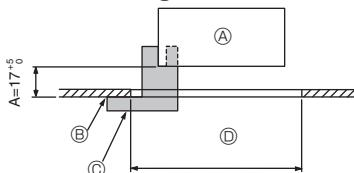

Fig. 9-2
① Γρίλιες	1	950 × 950 (χιλ)
② Μετρητής εγκατάστασης	1	(Χωρίζεται σε 4 μέρη)
③ Βίδα (4 × 16)	1	Για PLP-6EAE, PLP-6EALE, PLP-6EALME2
④ Γωνιακό πλαίσιο του i-see sensor	1	Για PLP-6EAE, PLP-6EALE, PLP-6EALME2
⑤ Ασύρματο τηλεχειριστήριο	1	Για PLP-6EALM2, PLP-6EALME2
⑥ Βάση τηλεχειριστηρίου	1	Περιλαμβάνεται όταν υπάρχει το ασύρματο τηλεχειριστήριο.*
⑦ Μπαταρίες LR6 AA	2	Περιλαμβάνεται όταν υπάρχει το ασύρματο τηλεχειριστήριο.*
⑧ Λαμαρινόβιδες 3,5 × 16	2	Περιλαμβάνεται όταν υπάρχει το ασύρματο τηλεχειριστήριο.*
9.2. Προετοιμασία στις γρίλιες για την τοποθέτησή τους (Fig. 9-2)
- Χρησιμοποιώντας τον μετρητή ② που παρέχεται μαζί με αυτό το κιτ, προσαρμόστε και ελέγχτε την τοποθέτηση της κύριας μονάδας σε σχέση με την επιφάνεια της οροφής. Εάν η κύρια μονάδα δεν τοποθετηθεί σωστά σε σχέση με την επιφάνεια της οροφής, μπορεί να επιτρέπεται διαρροές αέρα ή να προκληθεί συγκέντρωση σταγόνων λόγω συμπύκνωσης.